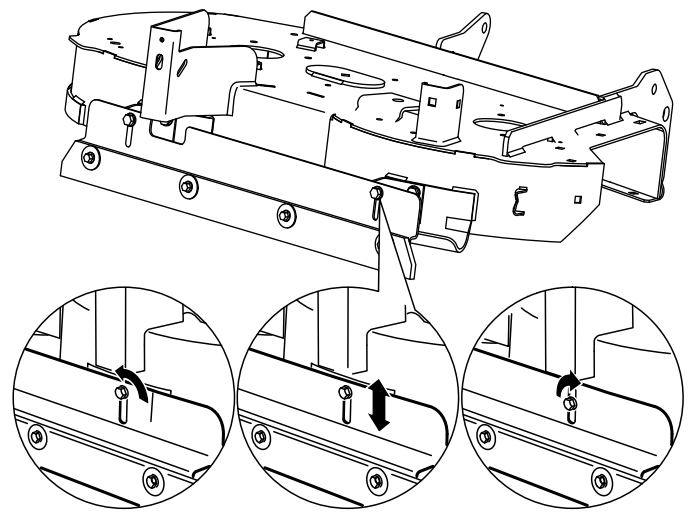

Figura 4
Para obtener los mejores resultados de rayado, ajuste el borde inferior de la rasqueta a $\frac{1}{2}$ "- $\frac{1}{4}$ " por debajo del borde inferior de la carcasa (Figura 4).
3. Afloje los 2 tornillos con arandela prensada (autorroscantes) que sujetan la pletina de sujeción (Figura 4).
- Para intensificar el efecto rayado, baje la pletina de sujeción hasta obtener el efecto deseado (Figura 4).
- Para disminuir el efecto rayado, eleve la pletina de sujeción hasta obtener el efecto deseado (Figura 4).
6. Apriete los 2 tornillos con arandela prensada (autorroscantes) que sujetan la pletina de sujeción (Figura 4).